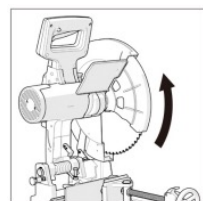

Fig. 5
- Vrid för hand för att dra tillbaka det nedre bladskyddet uppåt till det övre bladskyddet.(Fig.5).